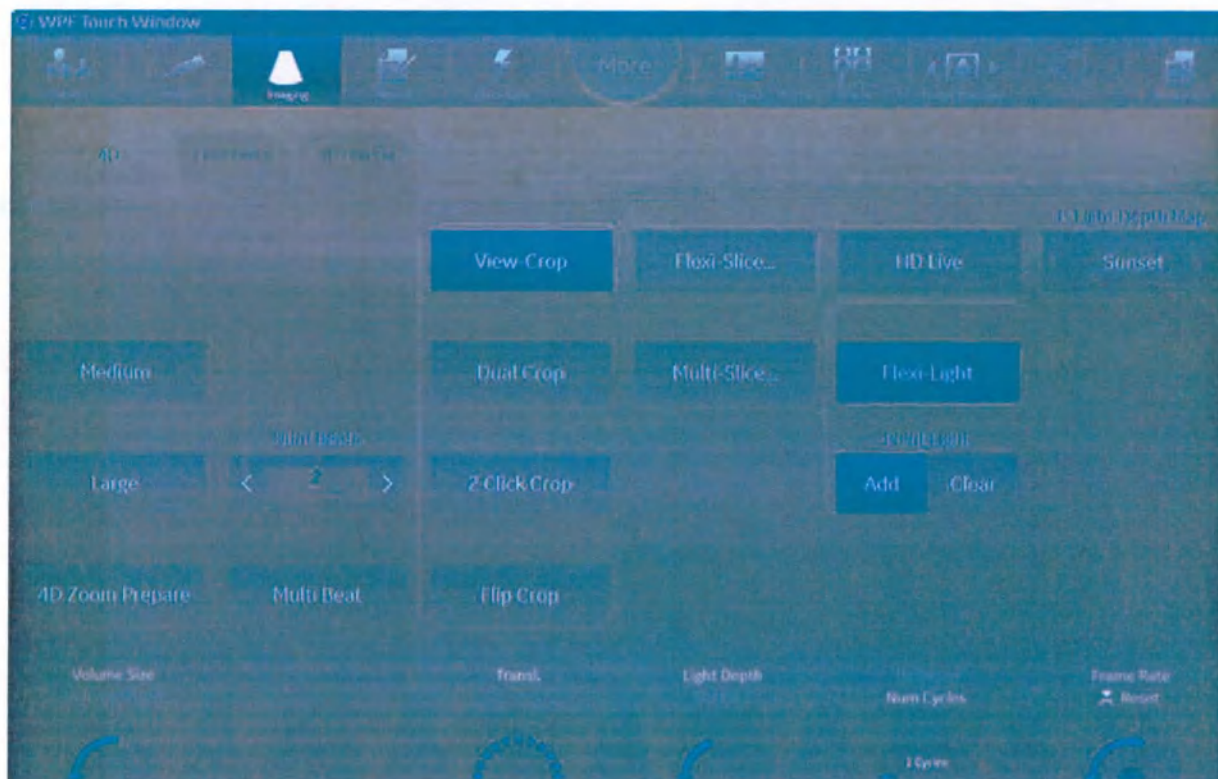

Рис. 6-12. Сенсорная панель в режиме Flexi-Light
1. Включите Flexi-Light, нажав на кнопку **Flexi-Light**, см. Рис. 6-12. Подвижный виртуальный точечный источник света будет добавлен автоматически.